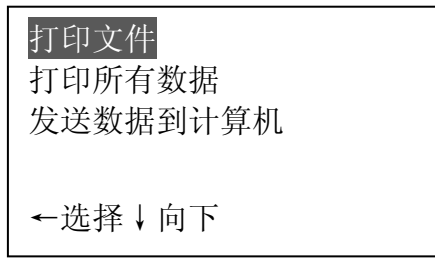
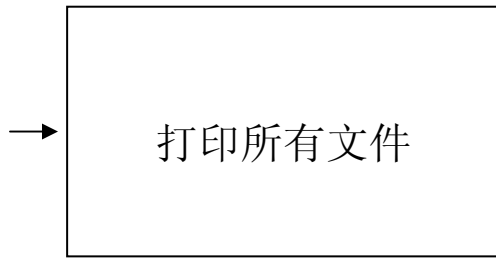

图 43
图 44
- k. 用 ↓ 或 ↑ 键将光标移至打印所有数据位置，按 ← 键确认打印所有存储值，打印完成有蜂鸣声提示，显示返回菜单状态，打印信息显示（如图 43 和图 44）：